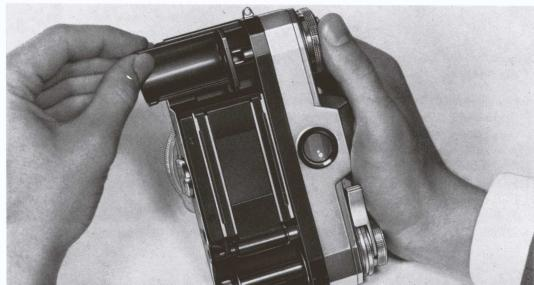

Abb. 4
1. Camera-Rückwand abnehmen. Füllstück in der Filmpatronenmulde durch Eindrücken der seitlichen Kante lockern, herausziehen und zusammen mit der ebenfalls herausgenommenen Aufwickelspule aufbewahren. Zum Filmleinen ohne Wechsel-Magazin Füllstück wieder einsetzen, wobei die unter dem Füllstück angebrachten Nocken in die entsprechenden Aussparungen im Camerakörper einrasten müssen (Abb. 4).